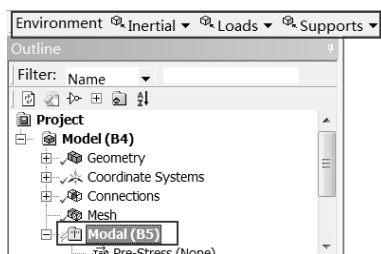

图 9-60 Environment 工具栏
Step1：选择 Mechanical 界面左侧 Outline（分析树）中的 Modal（B5）选项，此时会出现如图 9-60 所示的 Environment 工具栏。